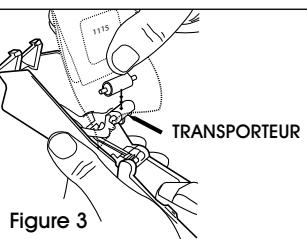

Figure 3
- Coupez l'extrémité de l'emballage du rouleau encreur. En utilisant l'emballage pour protéger les doigts, faites glisser le transporteur dans l'emballage jusqu'à ce que le nouveau rouleau encreur s'enclenche. (Voir figure 3)